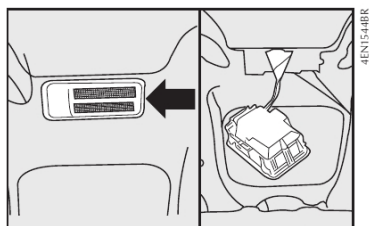

fig. 56
1) remover a lente transparente **fig. 56** forçando levemente com uma chave de fenda no local indicado pela seta;